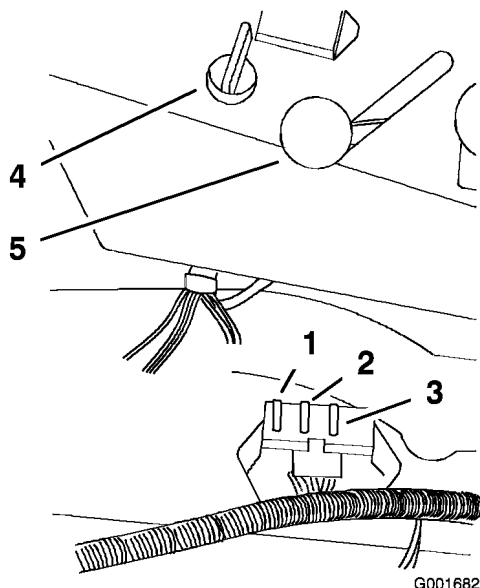

Figure 38
1. Soulevez le siège pour accéder au porte-fusibles (Figure 38).
3. Remplacez le fusible (Figure 38).